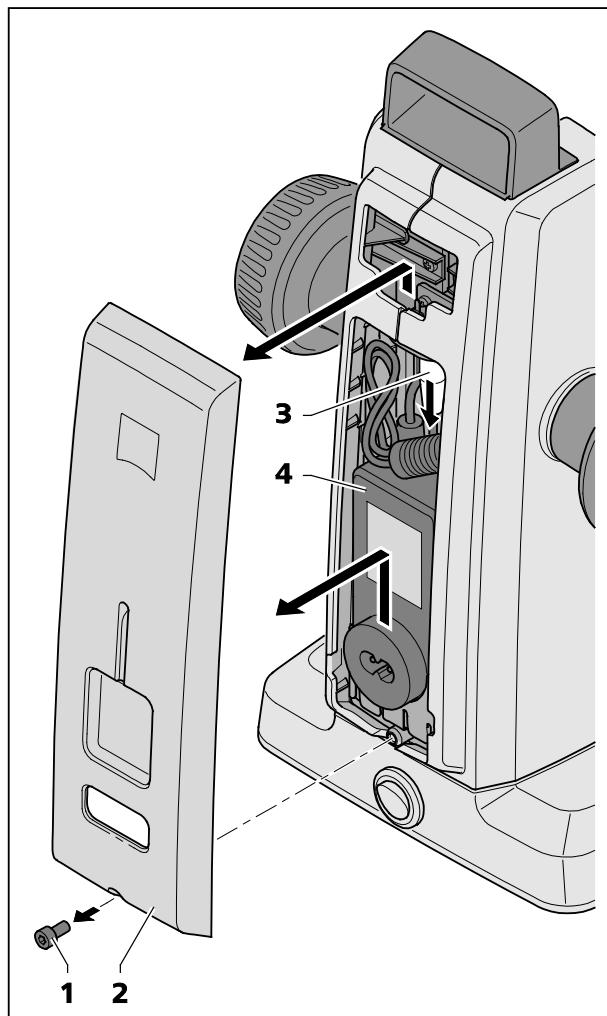

图 27 更换电源
- 用内六角扳手松开外壳盖下面的螺丝(图 27/1)。
- 将下面的外壳盖(图 27/2)轻轻拔出，再向上按压。
- 松开插头(图 27/3)，取下损坏的桌面式电源(图 27/4)。